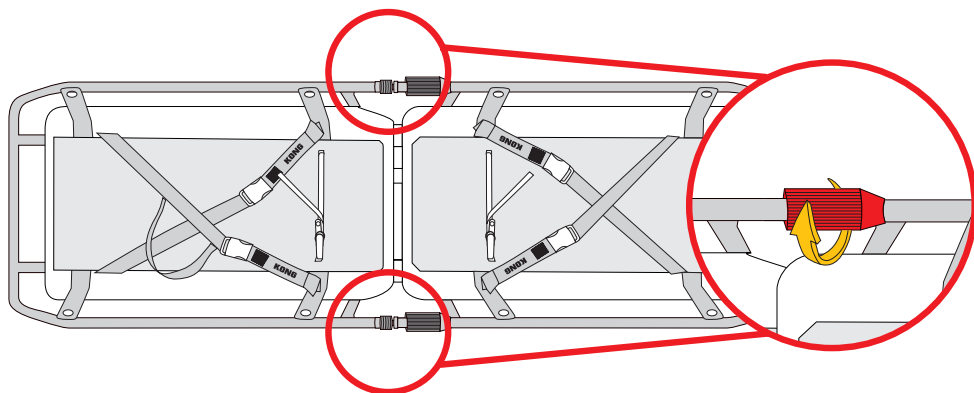

Fig.9
c) avvitare completamente le due ghiera (fig. 9).